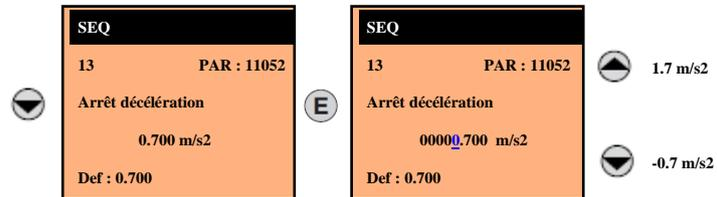

**Figure 3**
**Coefficient de décélération (Figure 3):**